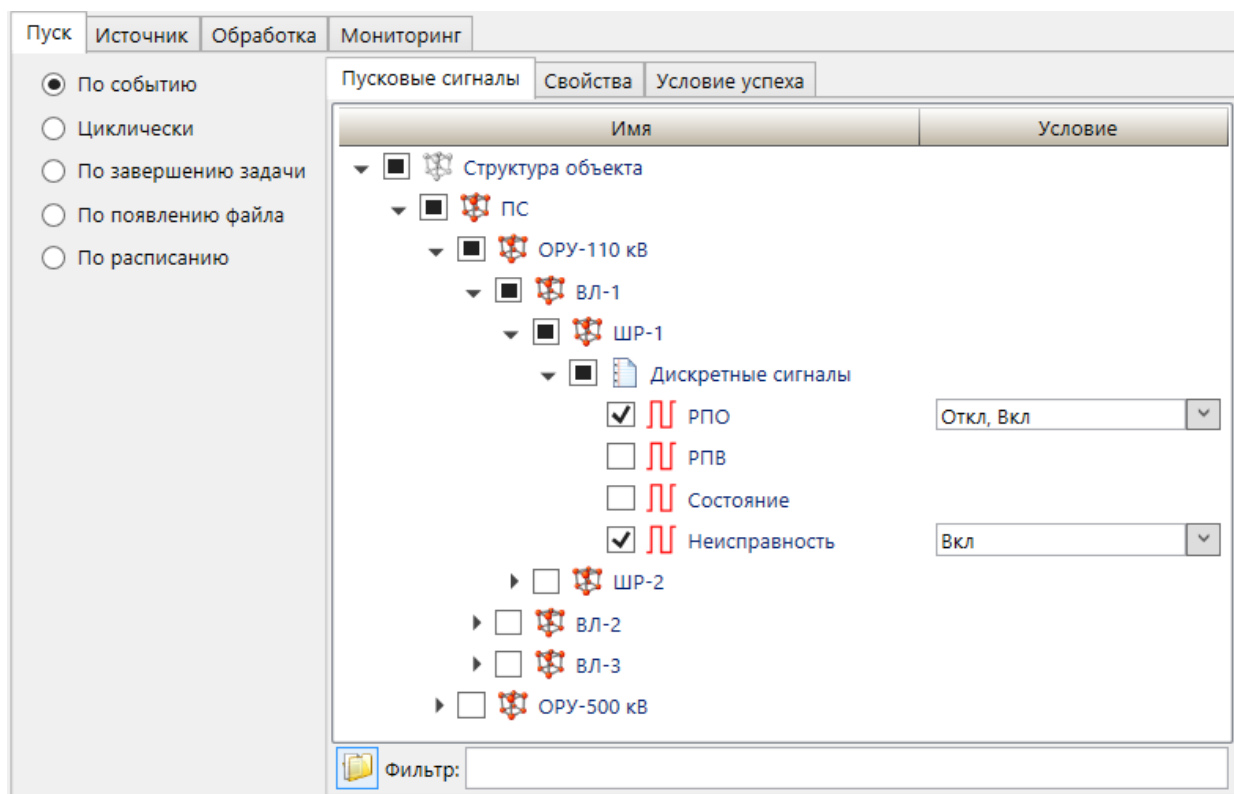

Рисунок 255 – Режим запуска обработчика файлов «По событию»
- «По событию». Запуск обработчика файлов выполняется при переходе любого из пусковых сигналов в требуемое состояние. Настройка перечня и набора состояний пусковых сигналов выполняется в подразделе **Пусковые сигналы** режима запуска «По событию» (рисунок 255). Выдержка времени с момента наступления пускового события до запуска обработчика файлов и повторный запуск выполнения обработчика файлов по условию успеха (таблица 193, описание группы параметров «Действия при неблагоприятном исходе») настраиваются в подразделе **Свойства** режима запуска «По событию». Условие успеха выполнения обработчика файлов настраивается в подразделе **Условие успеха** режима запуска «По событию»;